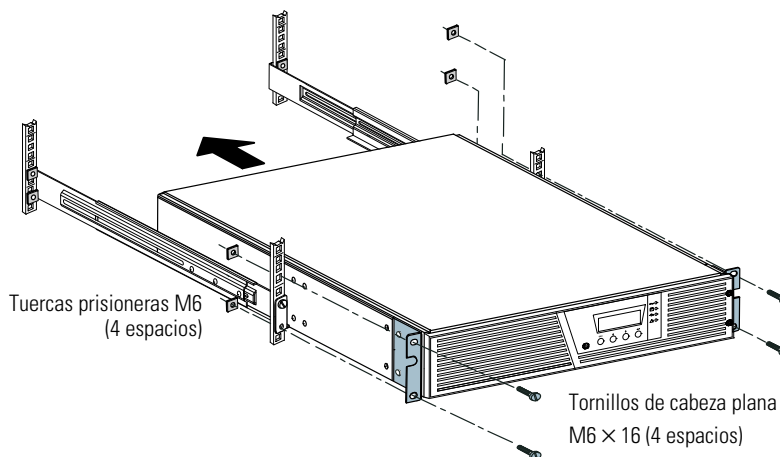

**Figura 6. Instalación de los soportes de montaje (se muestra la posición hacia delante)**
9. Alinee los soportes de montaje con los orificios para los tornillos en cada lado del SAI y fíjelo con los tornillos de cabeza plana M4 × 8 suministrados (consulte Figura 6).